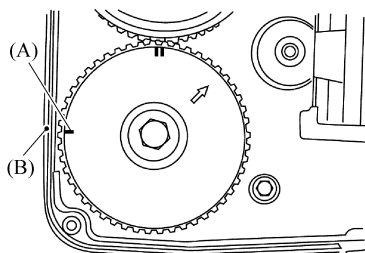

图 7-3 对准右排气凸轮轴带轮标记与正时罩上切口
② 对准排气凸轮轴正时带轮(右侧)上的单线标记(A)和正时带罩上的切口(B),如图 7-3 所示。
③ 对准进气凸轮轴正时带轮(右侧)上的单线标记(A)和正时带罩上的切口(B)。确保